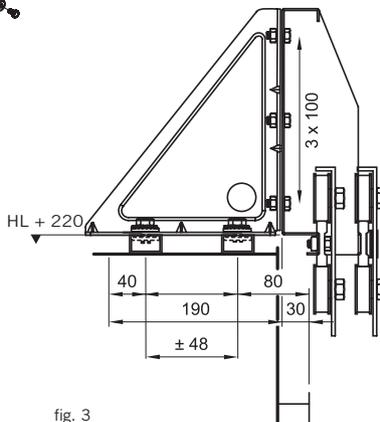

fig. 3
- 4° Dejar 30mm. de separación entre el frontal de la cabina y el exterior del operador regulando con las escuadras (Ver detalle en fig. 3).